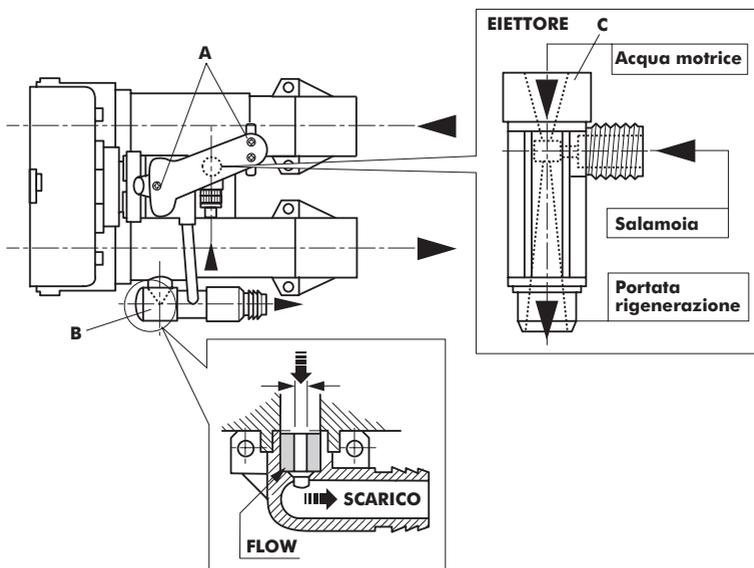

Fig. 7
**L'EIETTORE** controlla la portata di aspirazione della salamoia (vedi fig.7) e la portata di lavaggio lento. L'eiettore non interviene nella fase di contro-corrente, in quanto vi è un equilibrio di pressioni alle estremità opposte che impedendo l'afflusso di acqua motrice attraverso i venturi, bloccano l'aspirazione della salamoia.
Svitando solo tre viti e rimuovendo il collettore (vedi fig.7 pos.A) è facilmente possibile la manutenzione dell'eiettore.
L'eiettore ha tre portate (vedi fig.7)
Il **FLOW** controlla la portata nella fase di contro-corrente e di lavaggio veloce (vedi fig.7 pos.B). Esso è costituito da un cilindro forato in gomma, deformabile con l'aumento della pressione. La deformazione restringe il foro di passaggio dell'acqua diminuendo la portata.